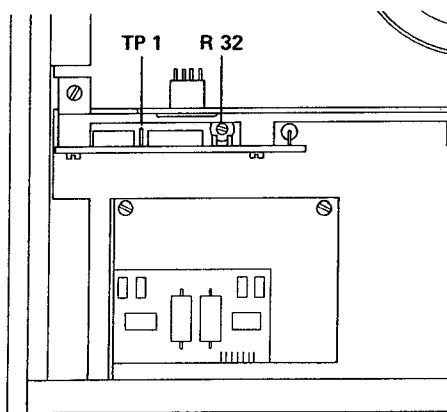

Fig. 5.2-1
- Brancher un voltmètre universel (au moins 20 000 Ω /VDC) sur le point de mesure TP 1 du print de régulation 1.067.234/235 (voir Fig. 5.2.1).